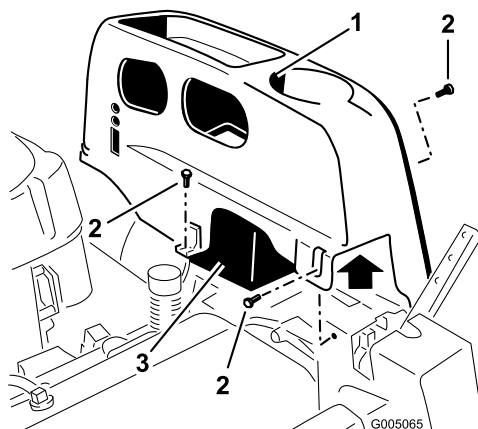

Bild 22
2. Nehmen Sie die TORX® Kopfschrauben (T25) ab, mit denen die linke Abdeckung am Rahmen befestigt ist, wie in Bild 22 dargestellt.